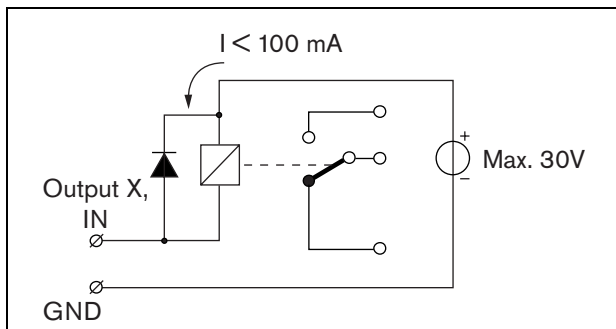

Abbildung 19.6: Relais mit externer Stromversorgung
- Relais mit externer Stromversorgung. Siehe Abbildung 19.6 für ein Anschlussschaltbild.